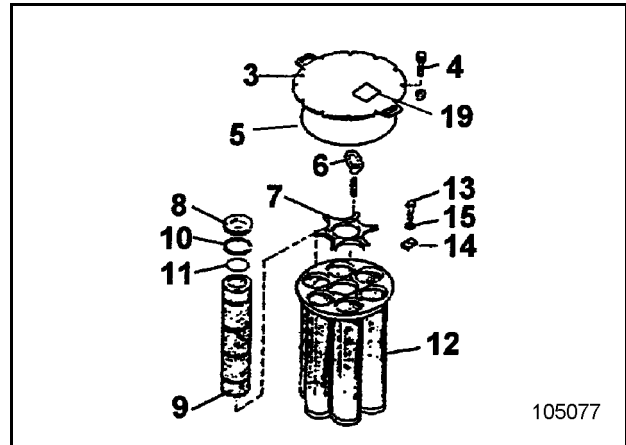

Fig. 3-43:
- Schrauben (13, Fig. 3-43:) lösen, Klammer (14) und Scheibe (15) abnehmen.
- Korb (12) herausheben und in Petroleum reinigen.
- Korb (12) einbauen.
- Filterelement (9) mit Dichtring (11) und Deckel (8) mit Dichtring (10) einsetzen.
- Deckel (3) anbauen.